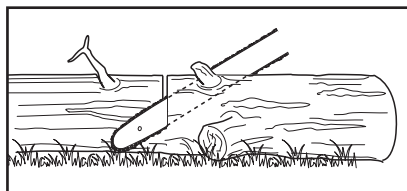

Fig. 30
1. Siga as indicações simples para efetuar um corte de forma mais fácil. Quando o tronco estiver suportado em todo o seu comprimento (Fig. 30), o corte deve ser efetuado a partir do lado superior (corte transversal sobre a parte superior).